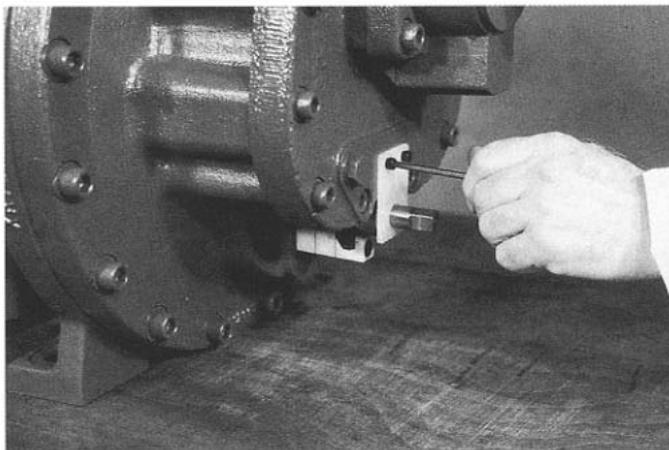

Рис. 12
1. Ослабьте и снимите 2 крепежных винта, крепящих опорную пластину, и выдвиньте эту пластину. (Рис. 12)